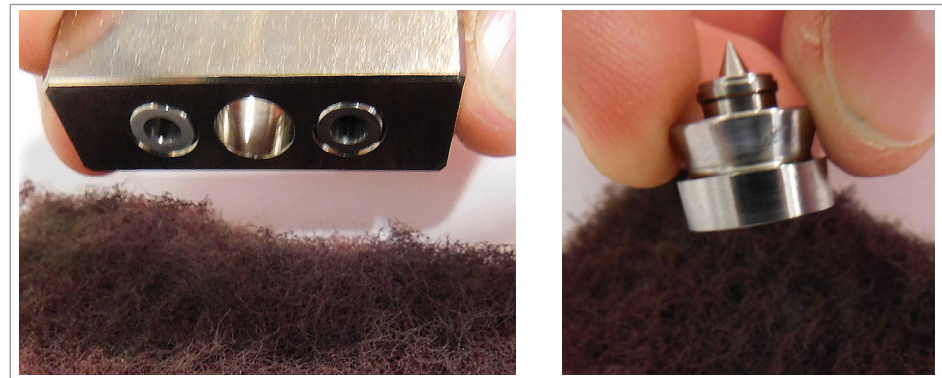

Figura 19-31 Limpieza del bloque de colada y el sello de la compuerta
6. Limpie suavemente las interfaces de sellado del bloque de colada y la compuerta con un paño abrasivo. Consulte la Figura 19-31.